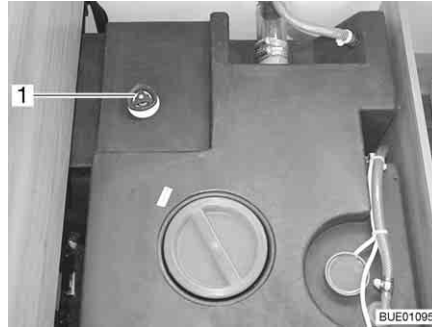

Fig. 238 Depósito de agua con tirador giratorio
- Girar el tirador giratorio (Fig. 238,1) sobre el depósito de agua en sentido de las agujas del reloj, hasta el tope.
- Girar el tirador giratorio (Fig. 238,1) sobre el depósito de agua en sentido contrario a las agujas del reloj, hasta sentir resistencia. El agua se saldrá hasta 60 litros.